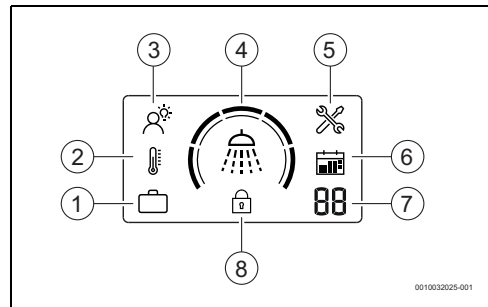

Fig. 5 Ansamblu controler cu afișaj
- ▶ Apăsați tasta  până când regimul INTELIGENT apare pe afișaj (→ Fig. 5 [3]). Regimul de funcționare INTELIGENT este selectat.
- ▶ Apăsați tasta  până când regimul Manual apare pe afișaj (→ Fig. 5 [2]). Regimul de funcționare Manual este selectat.
- ▶ Apăsați tasta  până când regimul Vacanță apare pe afișaj (→ Fig. 5 [1]). Regimul de funcționare Vacanță este selectat.
- ▶ Apăsați tasta  pentru a seta numărul dorit de zile de vacanță (→ Fig. 5 [7]). Numărul selectat luminează intermitent de 3 ori pentru a confirma selecția.
Această funcție blochează panoul de comandă (→ Fig. 5 [8]).